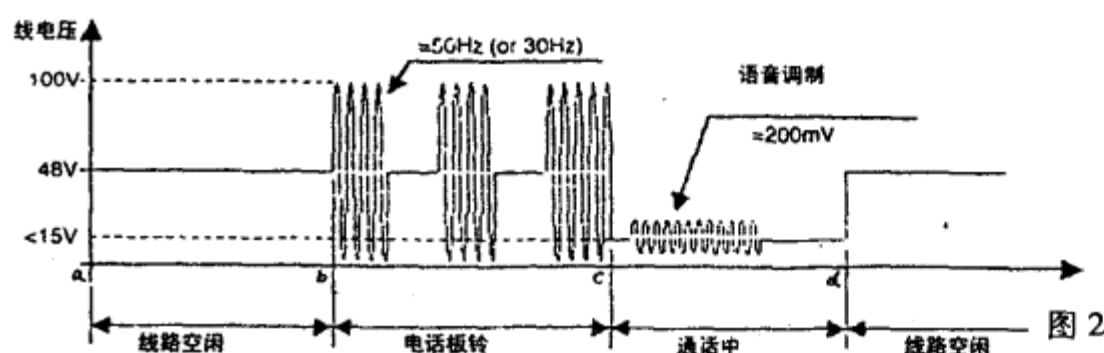

图2
形而制成。各工作状态下的波形如图2所示。
1.电话挂机空闲状态:电压波形如图2的ab段。线路输入电压为恒定的48V直流电压。齐纳稳压二极管D2、D3与R1组成稳压电路,把C1两端的电压稳定在8V,电流通过NiCd(镍镉)可充电电池后、R5和绿色发光二极管D6,D6点亮。D6两端的压降使T1导通,T2截止,红色发光二极管D5不亮。电路中R5限制NiCd可充电电池的充电电流为3mA。D7是充电超压保护稳压管。
2.电话呼入振铃状态:如图2的bc段电压波形。这时电话线路的端电压是幅值50V的振铃交流电压叠在48V的直流电压上,C1充放电为15V上下交变电压,使得D5、D6交替点亮。
3.电话摘机通话状态:如图2的cd段电压波形。此时,电话机的通话线路接通,线路电压下降至10V左右,语音信号电压调制在直流电压上。电话线路经电话机内部的300Ω电路等效阻抗,产生30mA的环路电流,程控交换机识别电话线路“忙”音。因线路电压降低,D2截止,没有电流流过R5,D6截止不亮,T1截止,T2由NiCd充电电池供电导通,D5有电流流过并点亮。R4把D5的工作电流限制在3mA。